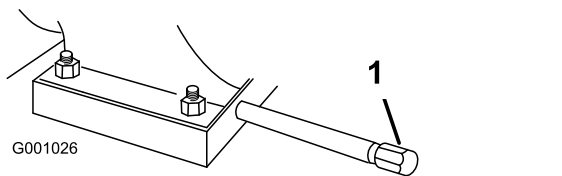

Figura32
1. Curăți zona din jurul buonului de scurgere a uleiului (Figura32).